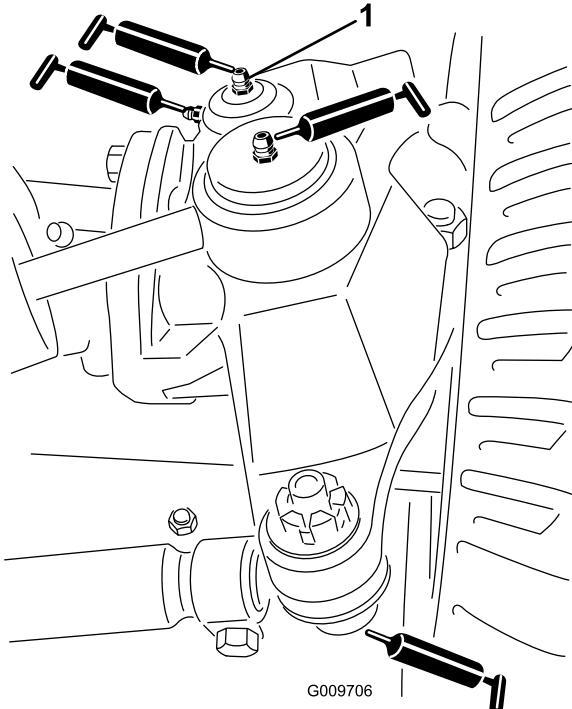

図 48
- ステアリングシリンダのボールジョイント 2ヶ所 図 48
- タイロッドのボールジョイント 2ヶ所 図 48
- キングpinのブッシュ2ヶ所 図 48。但しキングpin上部は1年に1回のみポンプ2回押しのみとする。